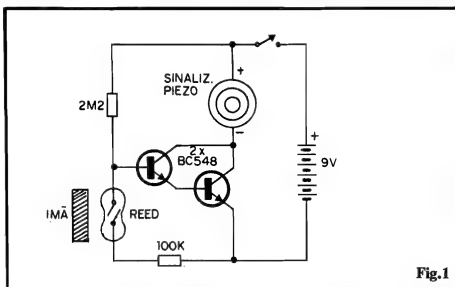

Fig.1
- FIG. 1 - O CIRCUITO - Mais uma prova viva de que, na moderna Eletrônica, muitas vezes pode-se obter "um monte" a partir de "quase nada"...! O "miolo" do circuito é um mero super-amplificador C.C., baseado num par de transistores super-comuns, os "universais" BC548 (ou qualquer